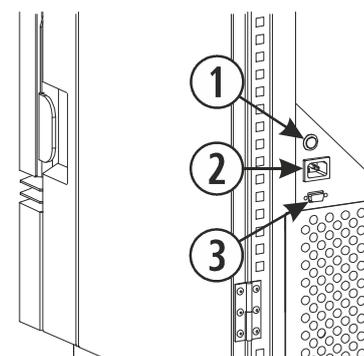

Figura 12
- ECO III: Sobre la conexión de corriente de la estufa (*figura 12*).